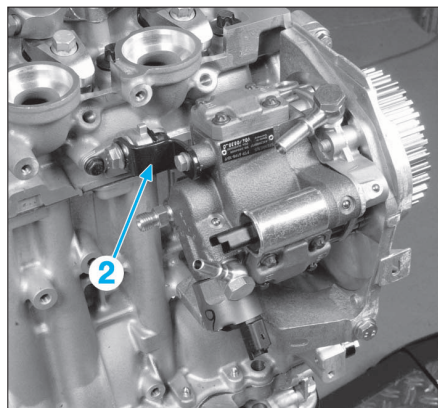

FIG. 59
- Déposer le support de fixation (2) et la vis (3) de la pompe haute pression (Fig. 59).